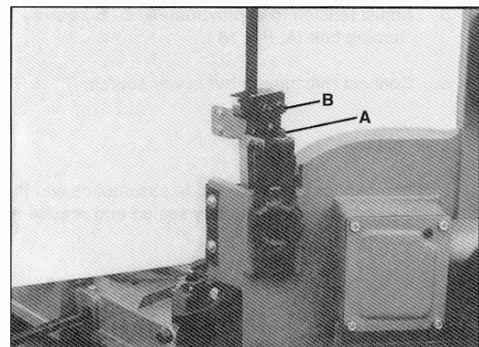

Fig. 14
3. Draai de zeshoekige schroef (A, Fig.14) los en stel het mechanisme bij zodat de achterste rolgeleider zich ongeveer 0,08 mm – 0,12 mm van het achteruiteinde van de lintzaag bevindt.